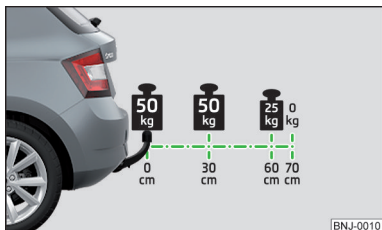

Fig. 140
**Supralungimea maximă permisă** a cuplei sferice a dispozitivului de tractare este de **70 cm** » fig. 140.